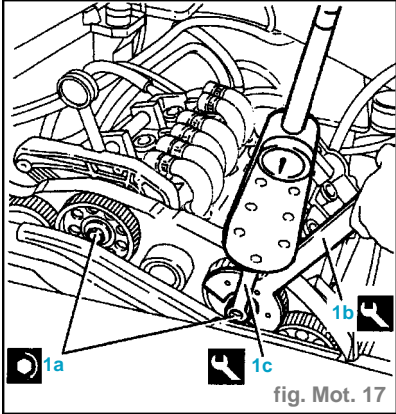

fig. Mot. 17
- Desserrer les vis des poulies de commande des arbres à cames en utilisant comme anticouple l'outil (1b) (fig. Mot. 17).
- Serrer les vis (1a) des poulies de commande des arbres à cames au couple de **7,6 daN.m** en utilisant les outils (1b) et (1c) (fig.Mot. 17).